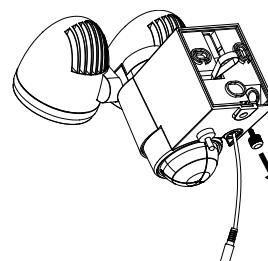

Fig. 1
Achtung: Wenn Sie den Akku wechseln, muss der Schalter an der Leuchteinheit auf OFF stehen und der Stecker des Solarmoduls von der Haupteinheit getrennt sein. Zum Ersetzen des Akkus öffnen Sie das Gehäuse der Haupteinheit wie im Abschnitt „Haupteinheit“ In Bild 1 und 2 beschrieben. Entfernen Sie die Akkus aus der Halterung und ersetzen Sie die Akkus gegen neue. Wenn möglich laden Sie die Akkus zuvor mit einem handelsüblichen Ladegerät für 1,2 V AA Ni-MH Akkus auf. Ist die Aufladung mit einem Ladegerät nicht möglich befolgen Sie bitte den Abschnitt „ERSTMALIGES AUFLADEN DER SOLARLEUCHTE“. Setzen Sie das Gerät in umgekehrter Reihenfolge wieder zusammen.
- Loosen the screw (Fig. 1) of the wall bracket
Please note: Before replacing the battery the switch on the lamp unit must be set to OFF and the solar module must be disconnected from the main unit. To replace the battery, open the cover of the main unit as described in Fig. 1 and 2 in the section "Main Unit". Remove the old batteries from the holder and insert new ones. If possible, charge the rechargeable batteries first using a standard charger for 1.2 V AA NiMH batteries. If unable to charge the batteries with a charger please follow the instructions in the section "CHARGING THE SOLAR LIGHT FOR THE FIRST TIME". Reverse the instructions to re-assemble the device.